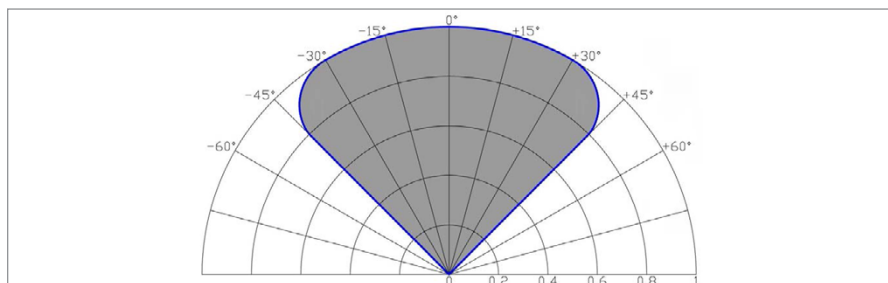

Рисунок 81. Диаграмма зоны чувствительности извещателя к тестовому очагу пламени ТП-5, ТП-6
- Расположение и нацеливание извещателя должно быть произведено с учетом чувствительности и угла обзора извещателя на наиболее вероятный источник возгорания. На Рисунок 81 представлена диаграмма чувствительности извещателя.